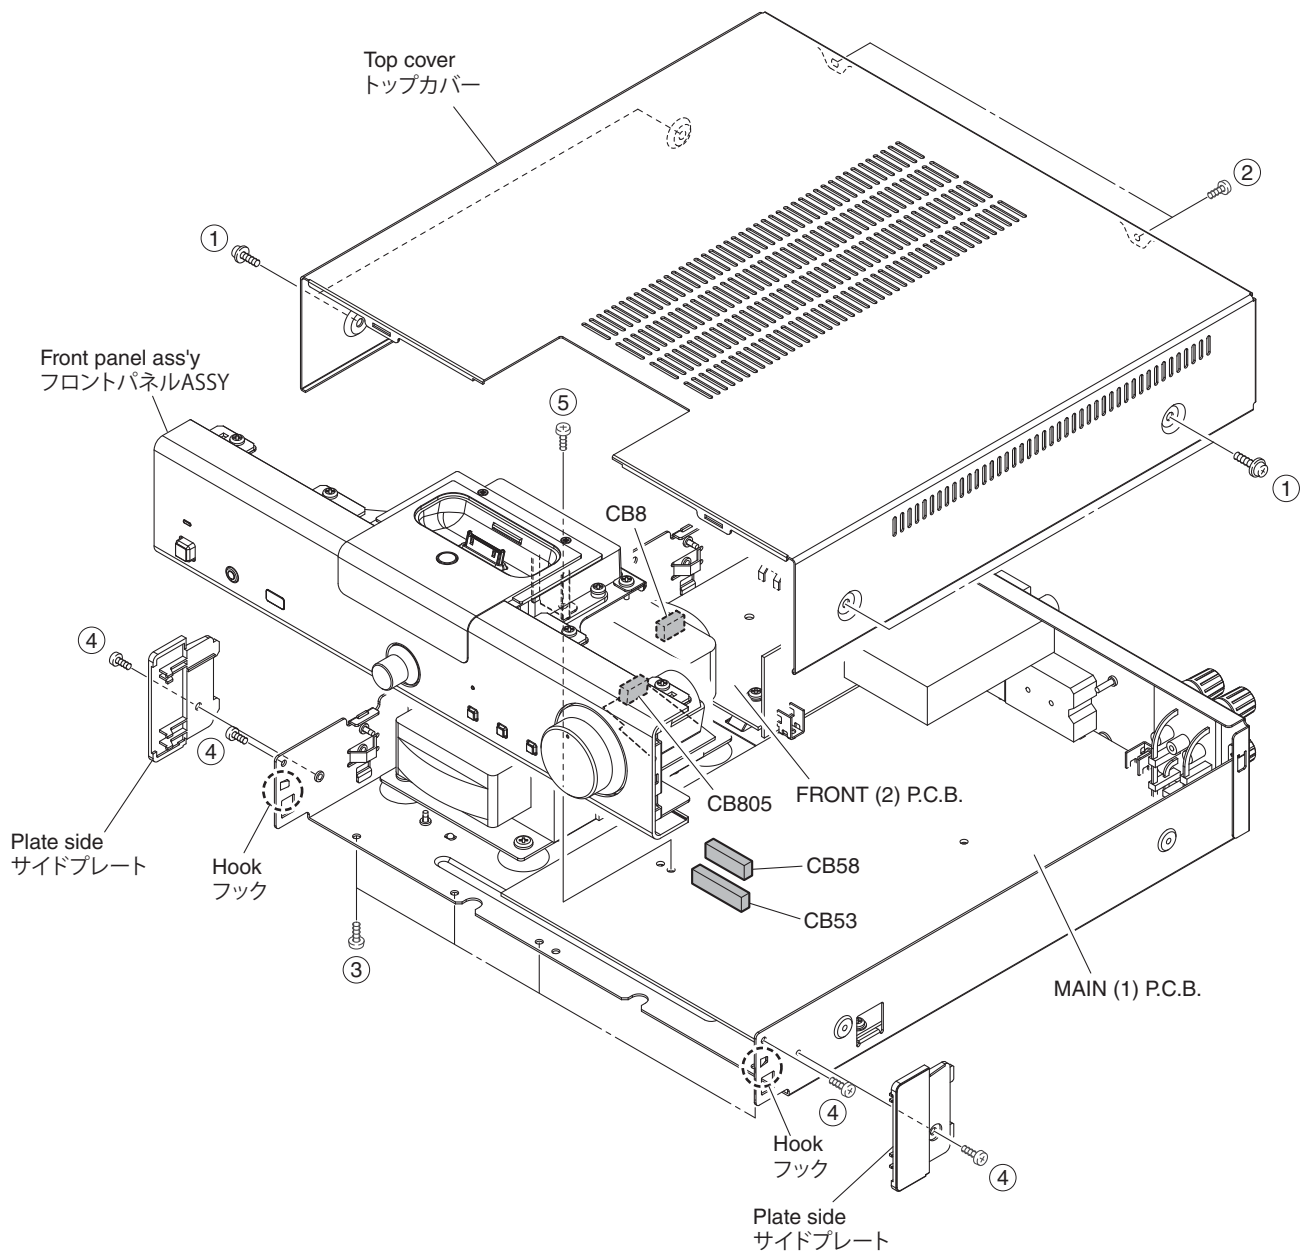

Fig. 1
- a. Remove 4 screws (①) and 2 screws (②). (Fig. 1)
- b. Remove the top cover. (Fig. 1)
- a. ①のネジ4本、②のネジ2本を外します。(Fig. 1)
- b. トップカバーを取り外します。(Fig. 1)
- a. Remove 4 screws (③), 2 screws (④) and screw (⑤). (Fig. 1)
- b. Remove CB8, CB53, CB58 and CB805. (Fig. 1)
- c. Release 2 hooks and then remove the front panel ass'y. (Fig. 1)
- a. ③のネジ4本、④のネジ2本、⑤のネジ1本を外します。(Fig. 1)
- b. CB8、CB53、CB58、CB805を外します。(Fig. 1)
- c. フック2ヶ所を外し、フロントパネル ASSY を取り外します。(Fig. 1)